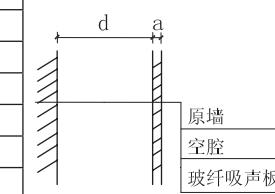

图4.2 吸声构造图
- 3) 根据设计场景的吸声要求, 确定声源的相关参数和设计场所的理想效果, 使用相应吸声板和构造, 以取得预期的效果。对于吸声性能要求较高的场所, 宜采用空腔式吸声设计, 根据需要在空腔内填充吸声棉。吸声构造的吸声性能见表4.2, 吸声构造见图4.2;